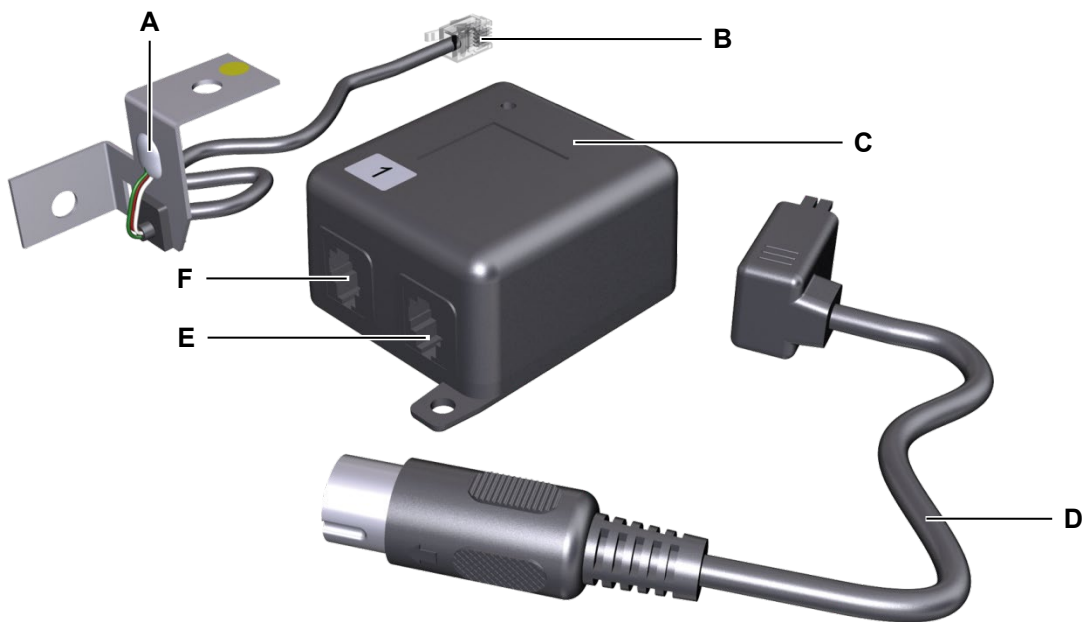

Abbildung 50 Sensoreinheit
- Der Sensor wird sowohl an den Tischrahmen als auch an der Tischplatte befestigt. Die Anlagefläche für die Tischplatte ist mit einem gelben Punkt gekennzeichnet, wie in Abbildung 50 gezeigt.
- 5 Verbinden Sie die Verbindungsleitung der Sensoreinheit mit dem Prozessor (Anschluss F in Abbildung 50).
- 6 Falls ein zweiter Sensor angeschlossen werden soll: Verbinden Sie die Verbindungsleitung der zweiten Sensoreinheit mit dem Prozessor (Anschluss E in Abbildung 50).